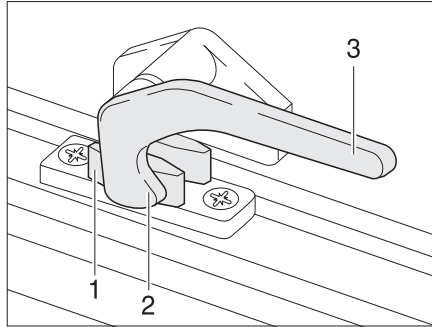

Bild 11 Verriegelungshebel in Stellung "geschlossen"
- Den Verriegelungshebel (Bild 11,3) eine viertel Umdrehung zur Fenstermitte hin drehen.
- Den Verriegelungshebel (Bild 11,3) eine viertel Umdrehung zum Fensterahmen hin drehen. Die Verriegelungsnase (Bild 11,2) liegt auf der Innenseite der Fensterverriegelung (Bild 11,1).
- in Stellung "fest verschlossen" (Bild 11).